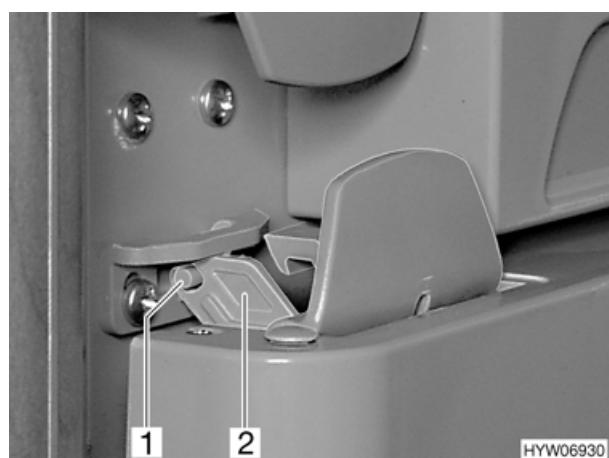

Fig. 69 Porta del frigorifero in posizione di aerazione (variante 2)
- Aprire il bloccaggio (Fig. 69,2) e innestarla nel perno (Fig. 69,1). In questo modo la porta rimane ferma in posizione socchiusa.